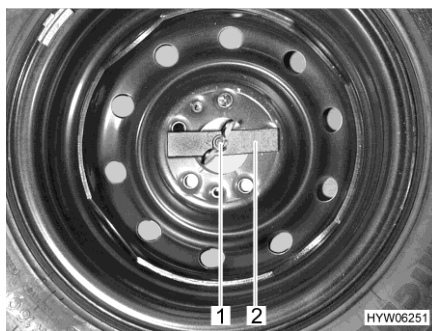

Bild 229 Reservhjul i det bakre bagageutrymmet
- Vingmutter (Bild 229,1) lossas för hand och skruvas av.
- Tryckstycket (Bild 229,2) tas bort.